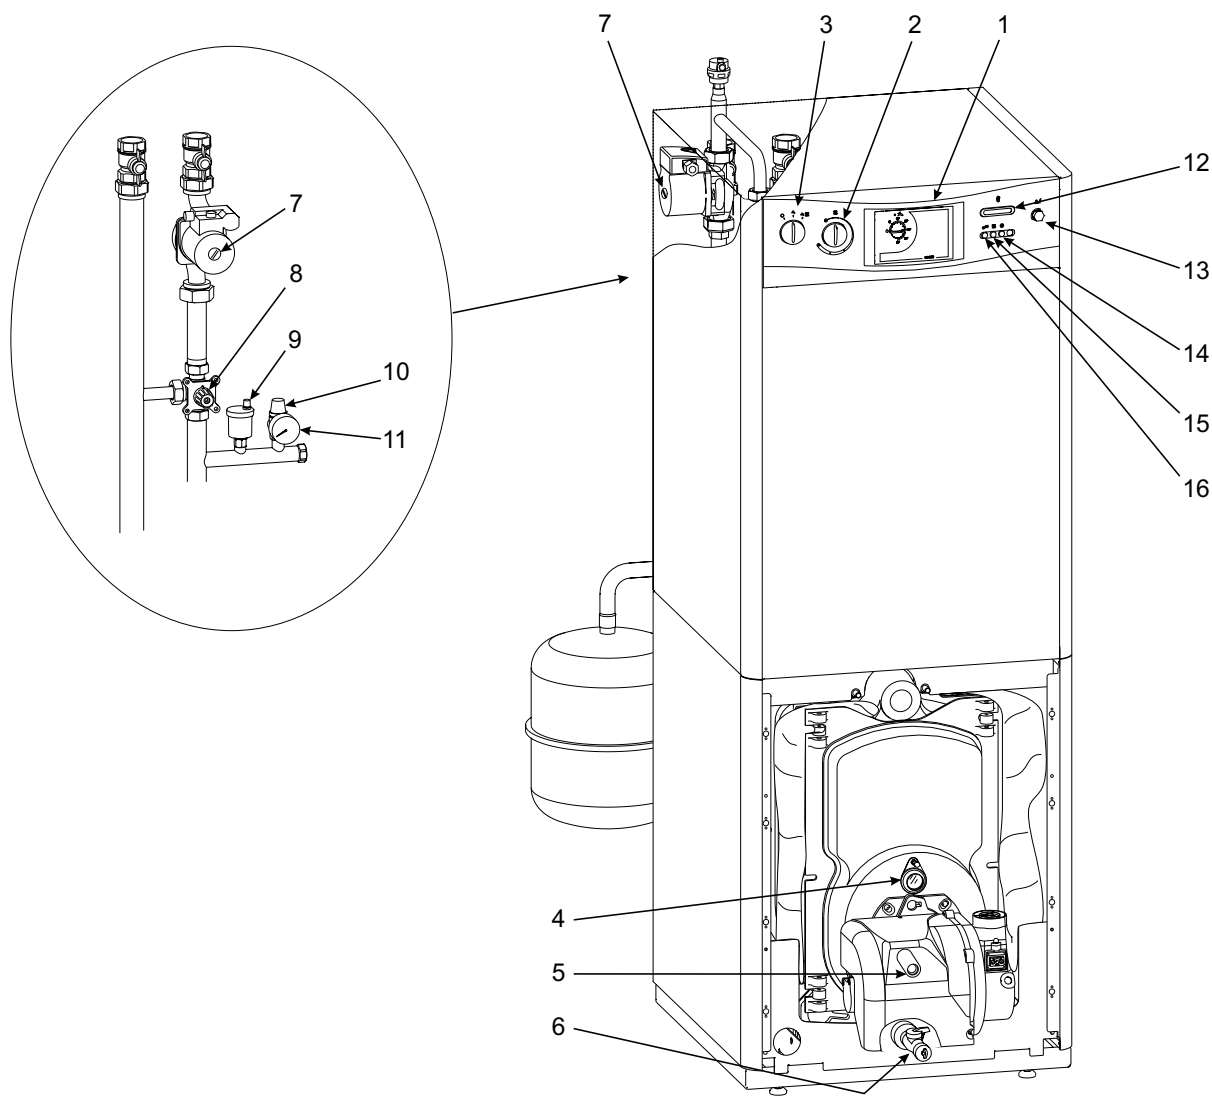
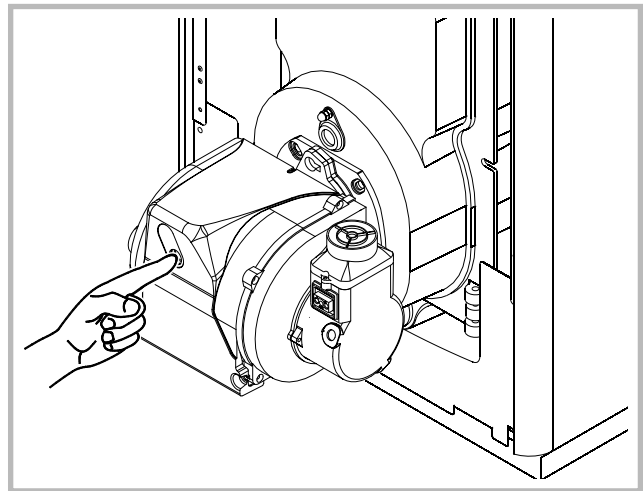

Figure 22 - Organes de commande et de contrôle
Figure 26 - Touche de réarmement (sécurité du brûleur)
- Positionner le commutateur (rep. 3, fig. 22) sur "radiateur et robinet".
- Régler le thermostat de chaudière (rep. 2, fig. 22) pour obtenir la température désirée de la chaudière,
Lorsque le voyant (rep. 5 ou 16, fig. 22) est allumé, le brûleur reste bloqué par son dispositif de sécurité, appuyer sur la touche (fig. 26) pour réarmer le brûleur.